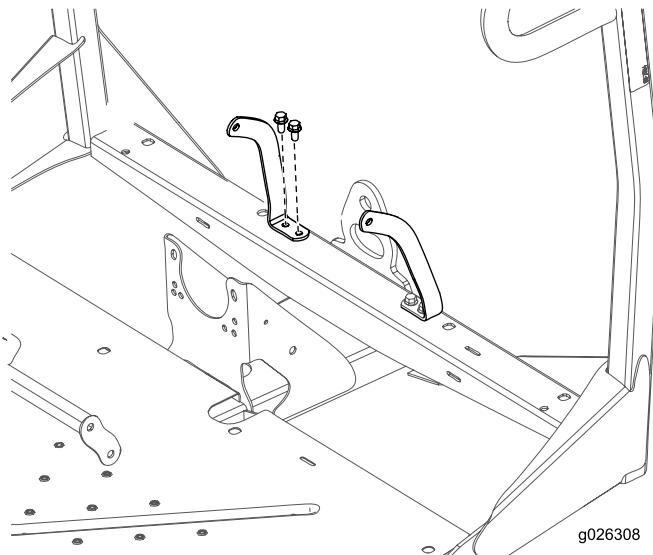

Рисунок 8
- Прикрепите левый и правый узел крепления ремня безопасности к передней раме с помощью 4 болтов (3/8 x 3/4 дюйма) и 4 гаек (3/8 дюйма), как показано на Рисунок 8.